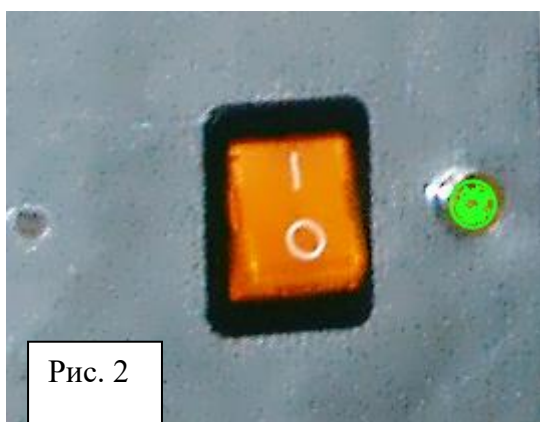

Рис. 2
- Включите каналный фильтр, нажав на кнопку (Рис. 2).